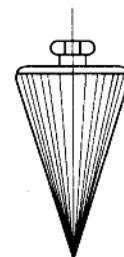

图1-3 线锤
8) 线锤：也叫锤球，如图1-3所示。使用时，手持线的上端，锤自由下垂，视线顺着线绳来检查物面是否铅垂，如果线绳到物面的距离上下都一致，则表示物面铅垂。如要检查的物面较高，或风较大，线锤不停地晃动，应使用重一些的线锤（或将线锤放入油桶中），以保证精度。